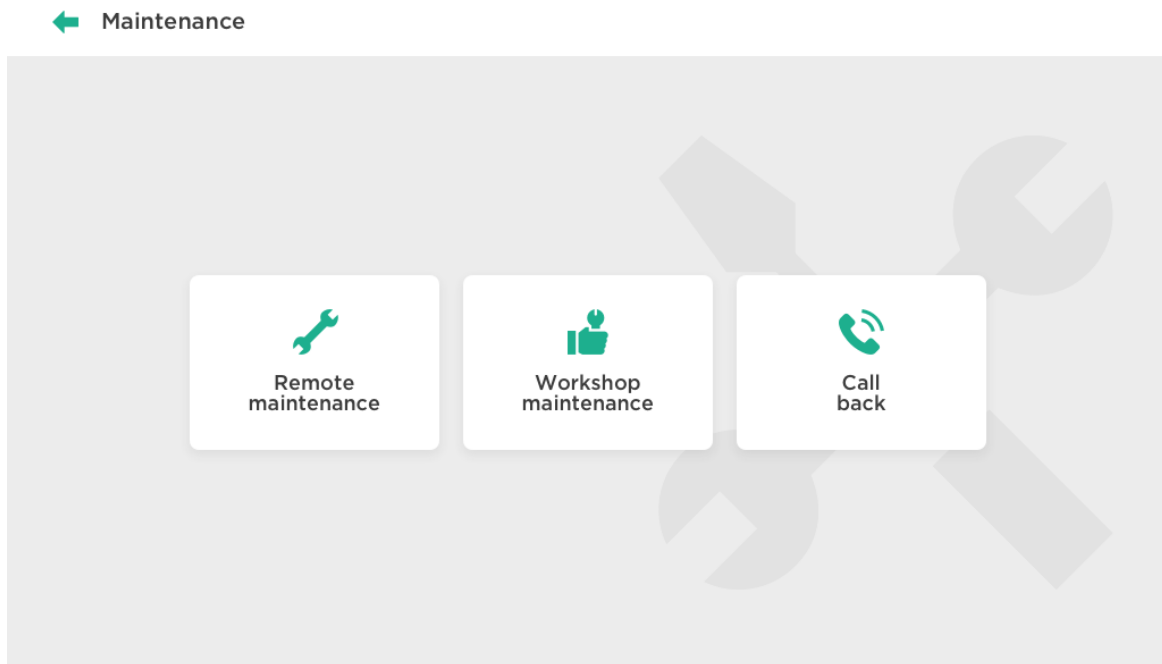

Abb. 19: Wartungsmenü
4. Drücken Sie auf den entsprechenden Selektor (Abb. 19) und wählen Sie die gewünschte Wartung aus.